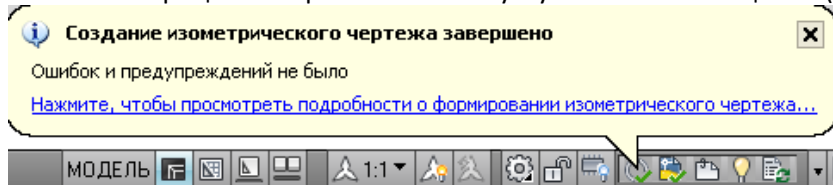

Рис. 115
- Генерация изометрических чертежей выполняется в фоновом режиме. По окончании процесса в правом нижнем углу появится сообщение (Рис. 115).